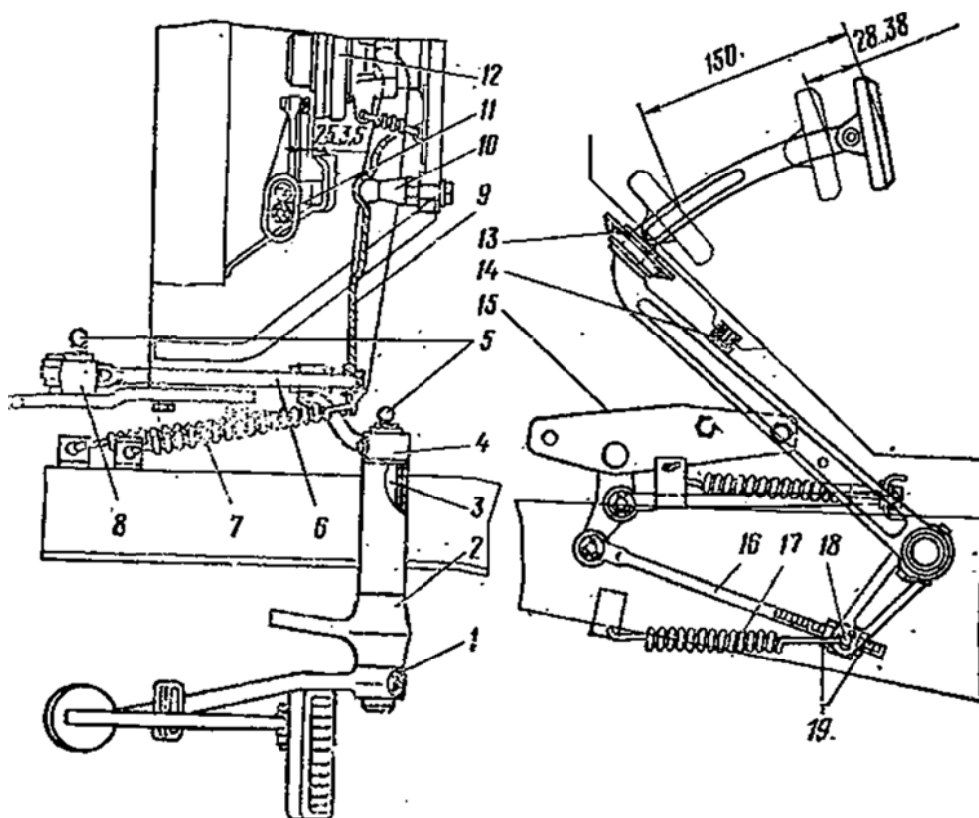

Рис. 1.1. Привод управления сцеплением:
7. Вынуть шплинт из пальца крепления переднего конца тяги 16 (рис. 1.1) выключения сцепления, отсоединить тягу от промежуточного рычага 8, вынув палец	Плоскогубцы 150, молоток
56. Установить вилку 9 (рис. 1.1) подшипника выключения сцепления	Отвертка 175 × 0,7